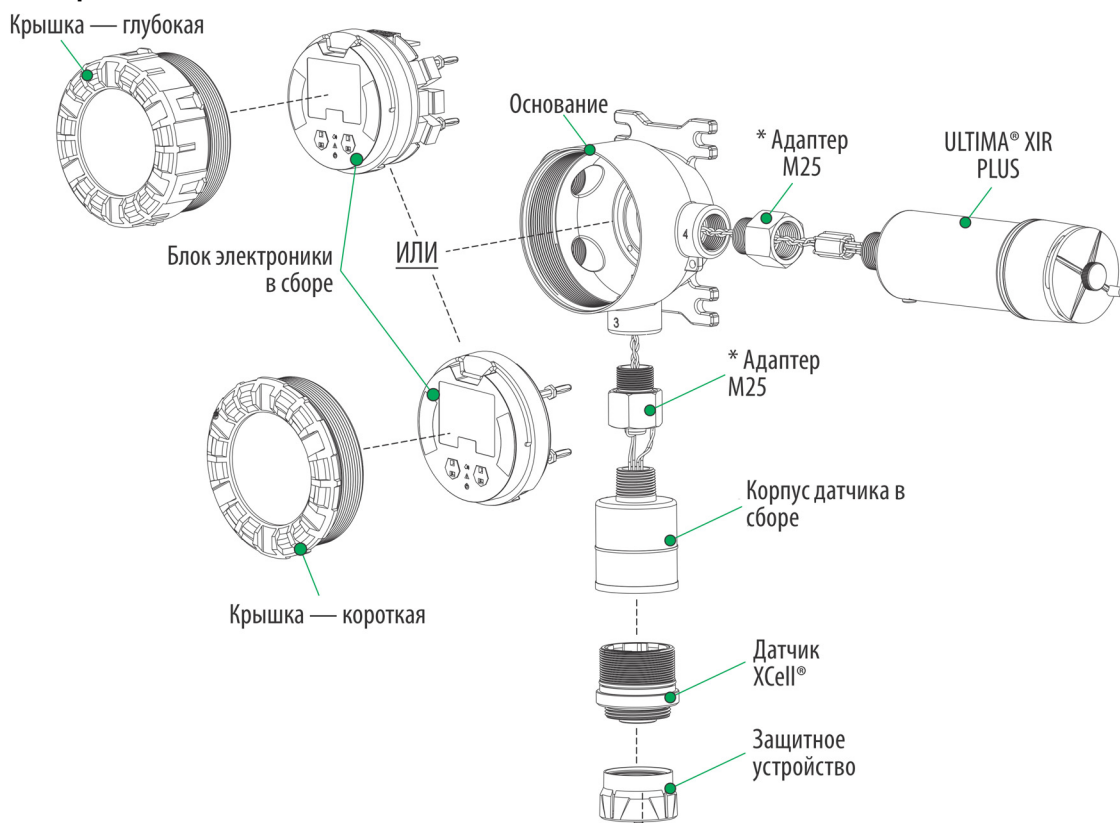

Рис. 3 Обзор компонентов
- ▶ При снятии и замене датчиков необходимо соблюдать приведенные ниже указания. Общий вид компонентов приведен на Рис. 3.